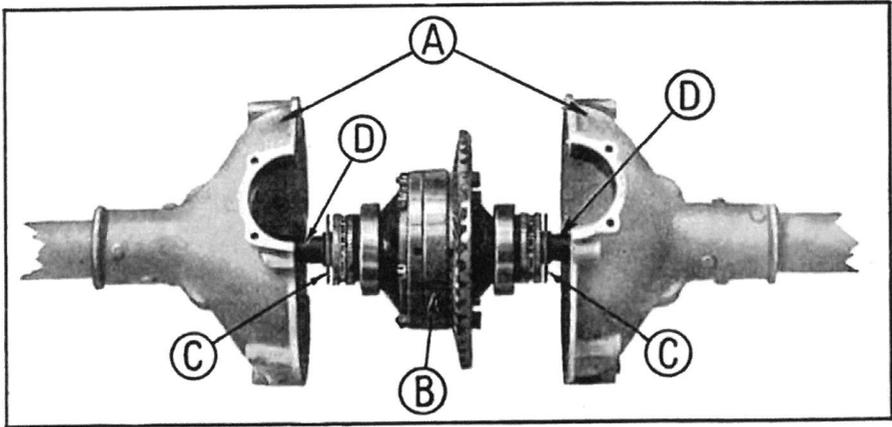

Fig. 183. — Pont AR. ouvert montrant le mécanisme intérieur.
- 3—Retirer le pignon d'attaque, et assembler sommairement les demi-carters avec leurs boulons (*fig. 183*).